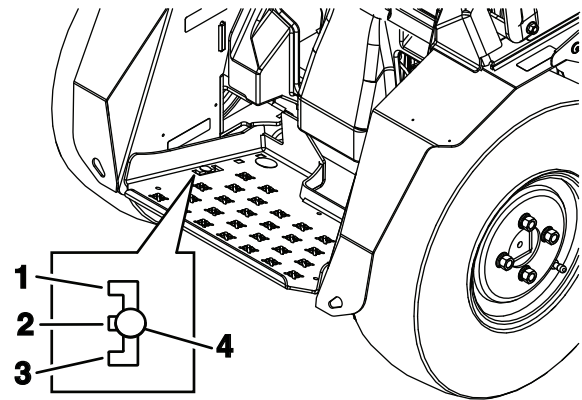

Figure 14
6. De chaque côté, déplacez les isolateurs dans l'un des trois crans afin d'obtenir le niveau de confort souhaité (Figure 14).